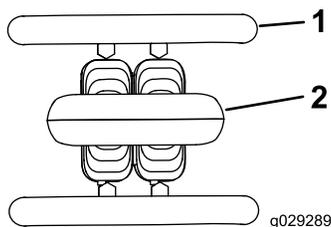

Рисунок 6
- Чтобы остановить машину, отпустите рычаг управления тягой (Рисунок 6).